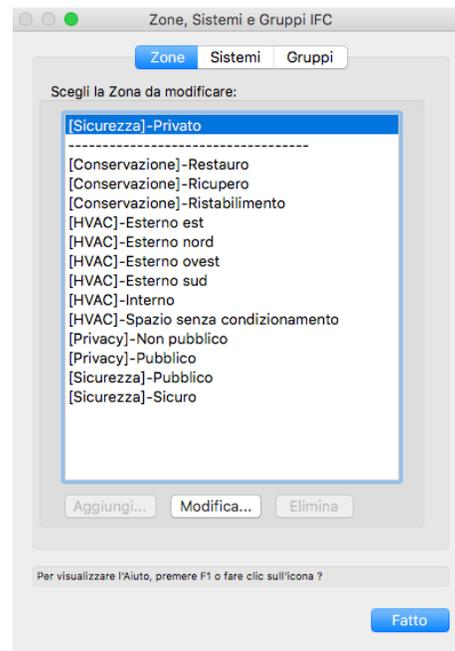

FIGURA 10
2. Le Zone in uso nel file sono elencate sopra la linea divisoria; le zone IFC disponibili sono sotto la linea divisoria. Selezionare una zona e fare clic su **Modifica** (FIGURA 10).